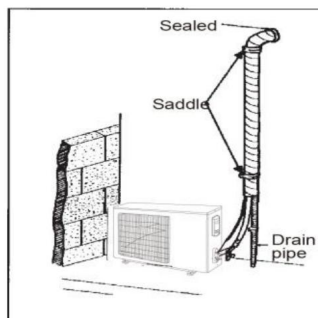

Рис. 4.16
- (1). Якщо зовнішній блок встановлено нижче ніж внутрішній блок (див. рис. 4.16)